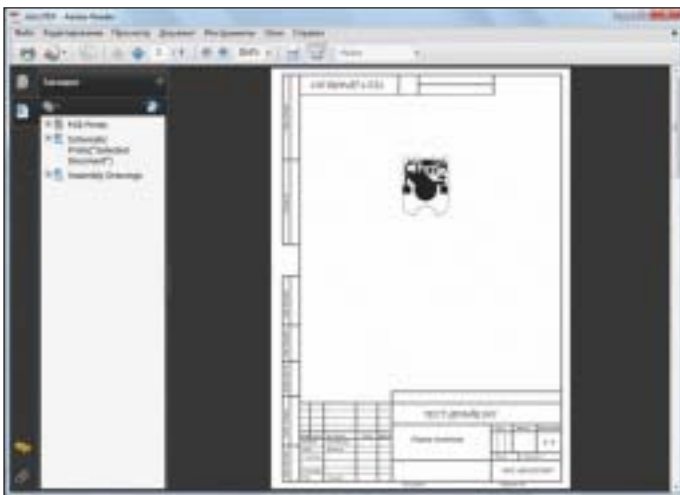

Рис. 100. Выходная документация
7. В результате система создаст документы в соответствии с настройками Outjob-файла и связанные с этим способом вывода. Откроется окно программы для просмотра созданных PDF-документов (рис. 100).